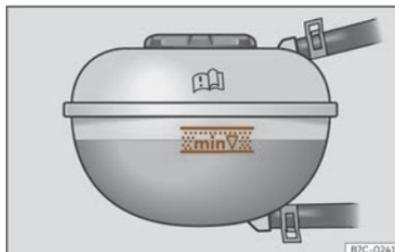

Fig. 199 Nel vano anteriore: segno nel serbatoio di compensazione del liquido di raffreddamento.
- A motore freddo, controllare il livello del liquido di raffreddamento negli evidenziatori laterali del serbatoio di espansione >>> **fig. 199**. Il livello del liquido di raffreddamento dovrebbe essere compreso tra le tacche.
● Il livello del liquido di raffreddamento deve trovarsi fra le tacche del serbatoio di compensazione >>> **fig. 199. Non oltrepassare mai il bordo superiore della zona evidenziata** >>> .
- Nell'aggiungere il liquido di raffreddamento, non oltrepassare il bordo superiore della zona evidenziata >>> **fig. 199**. In caso contrario, quando la temperatura aumenta, il liquido in eccesso verrà espulso dal sistema di raffreddamento del motore e potrebbe causare danni.